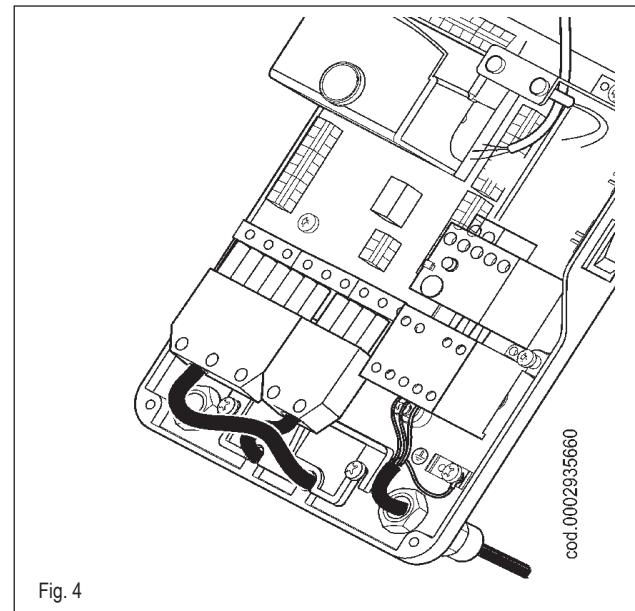

Fig. 4
- Ослабьте винты (2) для снятия зажимной пластинки проводов (3), проденьте через отверстия два разъёма 7-штырьковый и 4-штырьковый, как на рисунке 2. Если горелка трёхфазная, соедините питающие провода (4) к дистанционному выключателю, закрепите заземляющий провод (5) и затяните соответствующий хомут.
Поверните эксцентрик (6) так, чтобы пластинкаенным образом надавила на два провода, после этого закрутите винты фиксации пластинки. Наконец, соедините два разъёма, 7-ми- и 4-штырьковый (смотрите рисунок 4).
- Avvitare le 4 viti (1) esercitando una coppia di serraggio adeguata ad assicurare la corretta tenuta, per richiudere il coperchio del quadro elettrico.